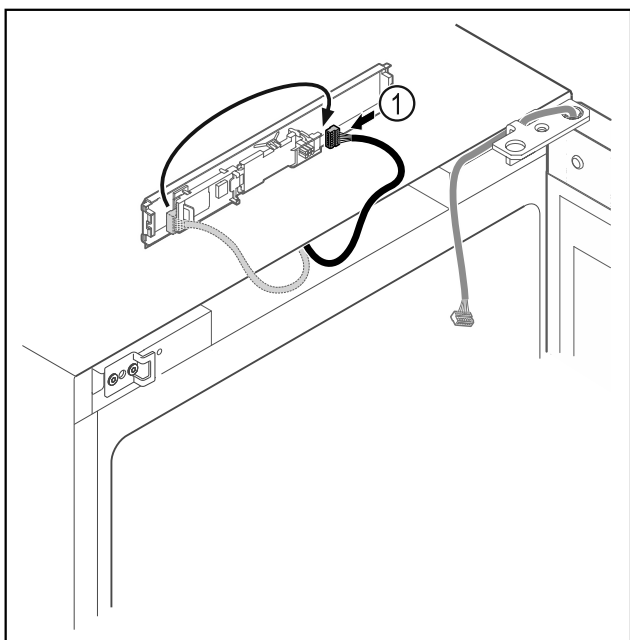

Fig. 17
- Sett pluggen Fig. 17 (1) om på kretskortet.